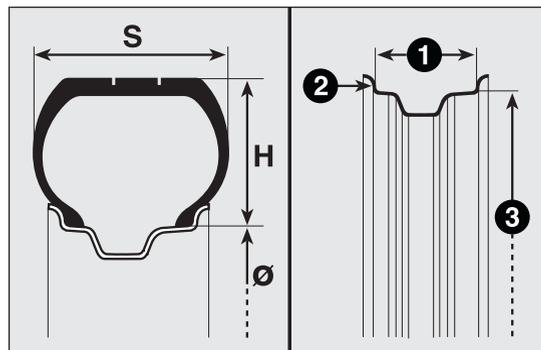

fig. 180
**Ejemplo: 175/70 R 14 91 T** (véase fig. 180)
**Ejemplo:** 5 1/2J x 14 H2 ET 44 (véase fig. 180)
**5 1/2** anchura de la llanta en pulgadas (1).
**J** perfil del balcón (realce lateral donde apoya el talón del neumático) (2).